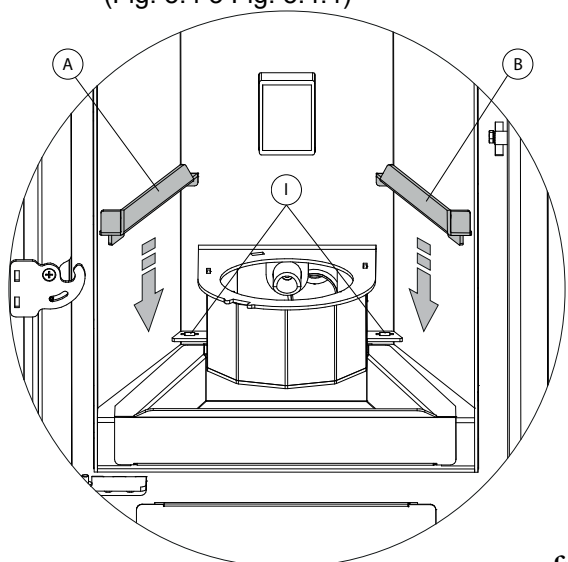
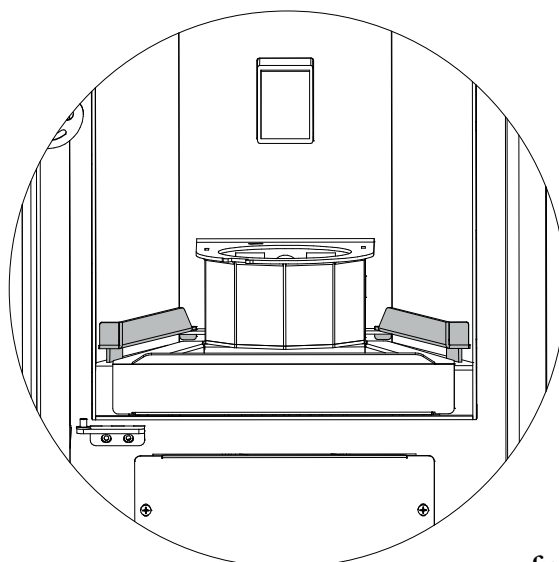

fig. 5.4.3
fig. 5.4.4
- Insérer les deux supports A et B en veillant à ce que les deux lames présentes dans la partie arrière des supports soient insérées dans les fentes appropriées I placées à l'intérieur de la chambre de combustion (Fig. 5.4.3 Fig. 5.4.4)